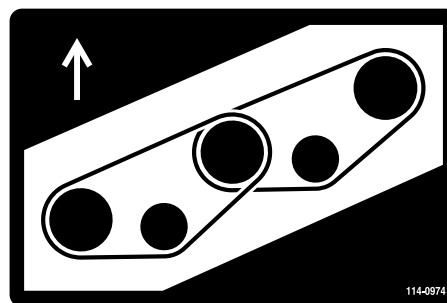
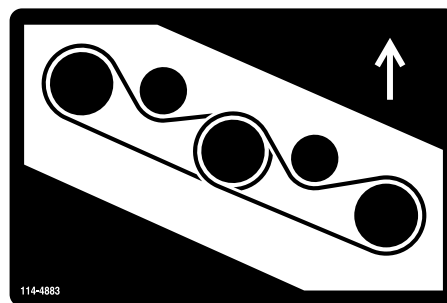

Figure 80
Figure 81
5. Acheminez la courroie neuve autour des poulies d'axe et de l'ensemble poulie de tension, comme indiqué à la Figure 80 et Figure 81.